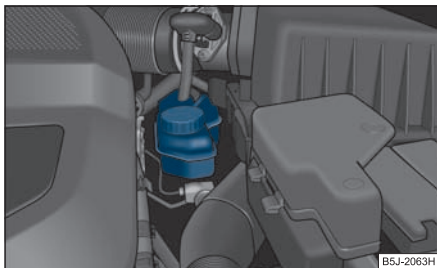

Fig. 185 Compartimentul motor: Rezervorul lichidului de frână
- Verificați nivelul lichidului de frână din rezervor ⇒ fig. 185. Nivelul trebuie să se găsească între marcajele „MIN” și „MAX”.